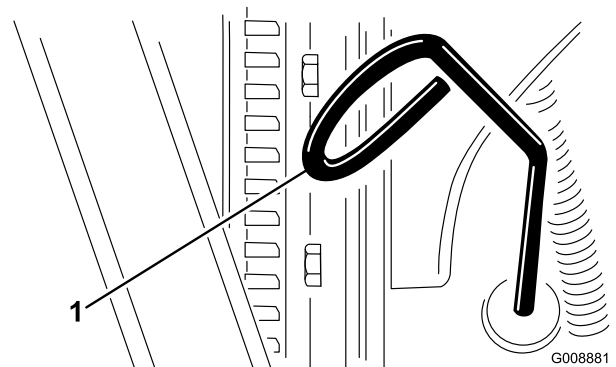

図 24
2. ディップスティック（図 24）を抜き、ウェスで一度きれいに拭く。